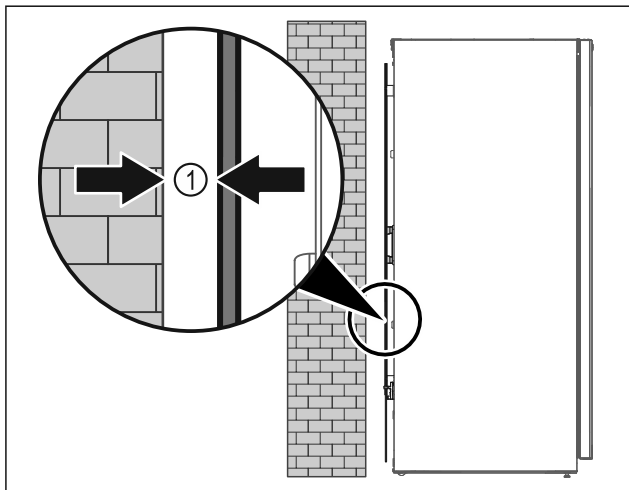

Fig. 8
- ▶ Zariadenie inštalujte voľne v priestore alebo priamo na stenu v minimálnej vzdialenosti 5 mm Fig. 8 (1).